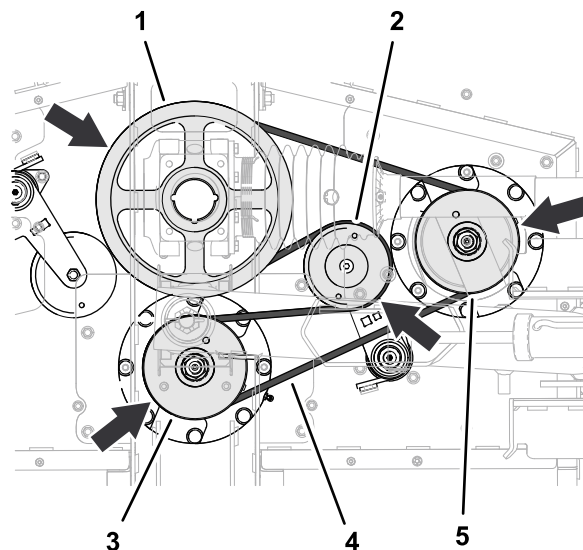

Figura 68
- Utilice una llave de carraca u otra herramienta similar para girar el tensor de la correa en sentido antihorario, y coloque la correa sobre la polea tensora (Figura 68).
- Enrute la correa larga alrededor de la polea motriz, la ranura superior de la polea del eje central y la polea del eje derecho (Figura 68).